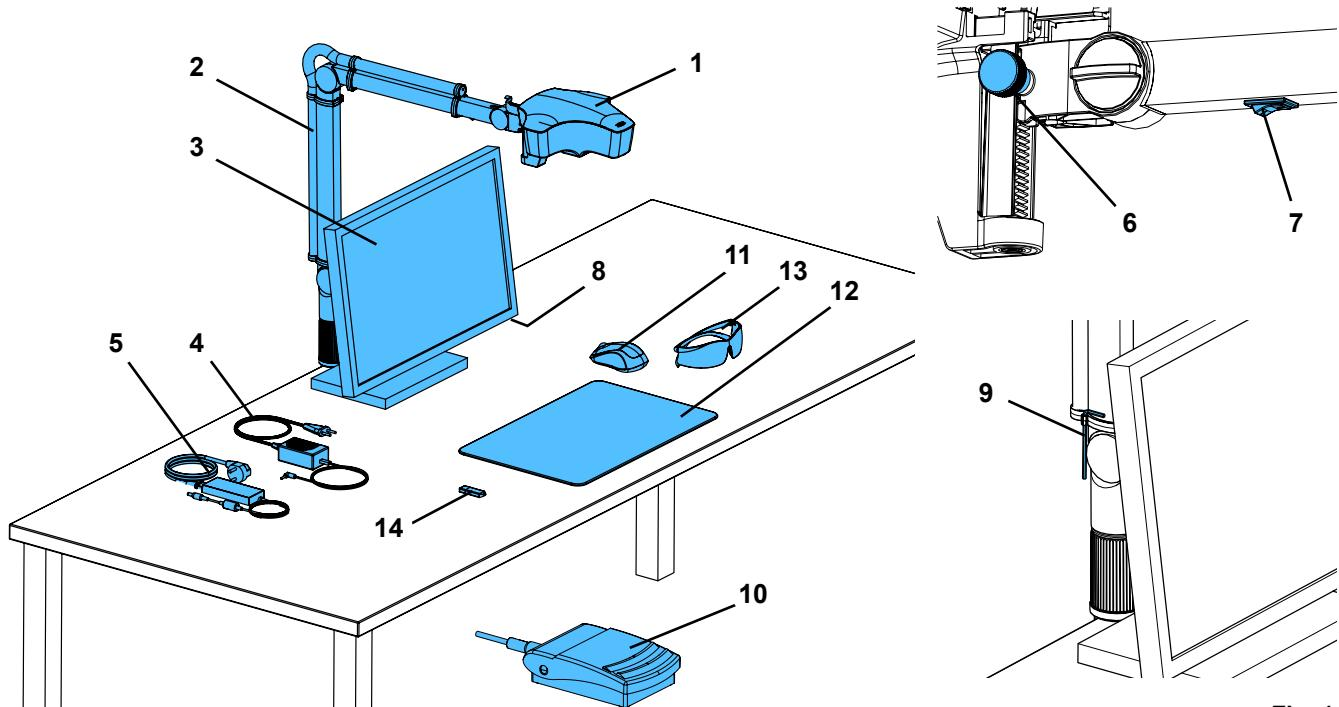

Fig. 1
- ⇒ Coloque el apoyo para la mesa (12, Fig. 1) sobre la mesa de trabajo.
⇒ Coloque el ratón (11, Fig. 1) al lado del apoyo de la mesa.
⇒ Coloque el interruptor de pie (10, Fig. 1) debajo de la mesa e introduzca el cable del interruptor de pie nel interruptor de pie.